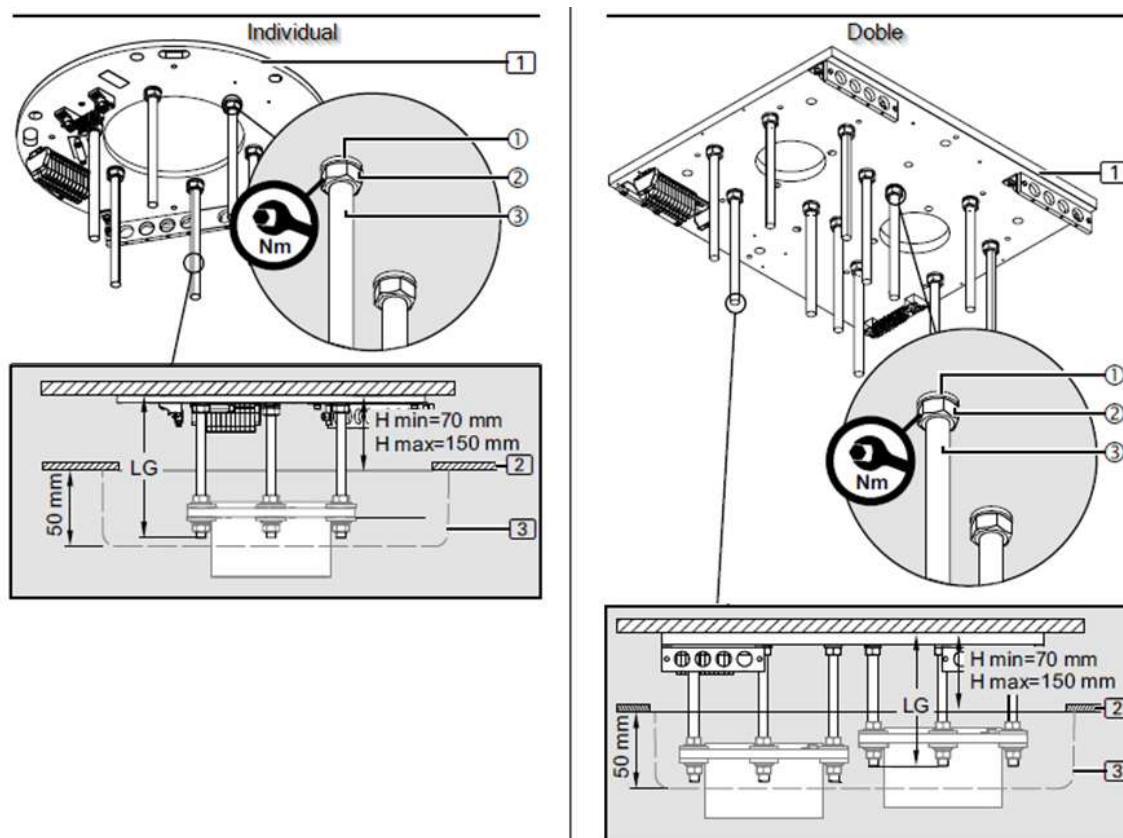

Abb. 9 Montage der Schnittstellenplatte mit Zwischendecke
- Stellen Sie den Abstand zwischen den Sechskantmuttern M16 ② und der Schnittstellenplatte auf 1 bis 150 mm ein.
- Richten Sie die Sechskantmuttern M16 ② mit einer digitalen Wasserwaage horizontal aus.
- Legen Sie 1 Unterlegscheibe mit einem Außendurchmesser von 34 mm ③ ein.
- Setzen Sie 1 Kunststoff-Isolierscheibe ④ (wie in Abbildung 9 dargestellt) so ein, dass die flache Unterlegscheibe mit einem Außendurchmesser von 34 mm ③ auf der Kunststoff-Isolierscheibe ④ sitzt.
- Befestigen Sie die Kunststoff-Isolierscheibe ④ mit Klebeband oder Gummiband an den Gewindebolzen M16 ①.